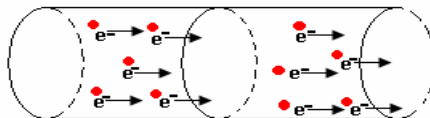

Fig. 7 Flujo de electrones en un material conductor
**Corriente eléctrica:-** Se define como el flujo ordenado de electrones (carga eléctrica) que atraviesa un material (fig. 7). Un concepto íntimamente relacionado con el de corriente eléctrica es el de intensidad de corriente eléctrica, este concepto viene a cuantificar cuán grande o pequeña es una determinada corriente eléctrica. La unidad de medida es el Amper, que equivale a una cantidad de  $6.24 \times 10^{18}$  electrones por segundo circulando por la sección de un conductor.